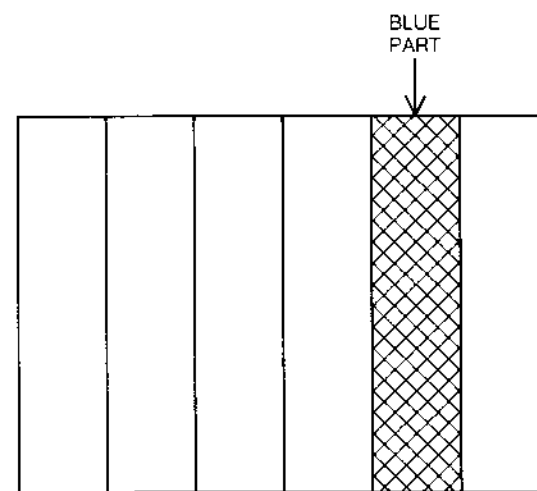

Fig. 3
- Spule 5702 dahin abgleichen, dass am Fig. des Oszilloskops nur positive Impulse erkennbar sind (siehe Fig. 3).
7. Einstellung der Chrominanzbalance (346)